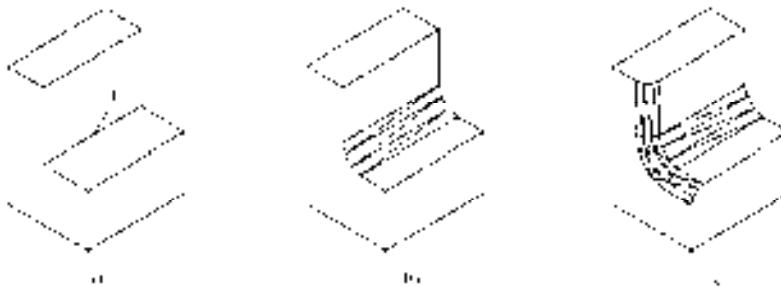

图 10-94 对建模棱边进行圆角处理
“链 (C)”选项: 表示与此边相邻的边都被选中，并进行圆角操作。图 10-94 所示为对长方体圆角处理的结果。